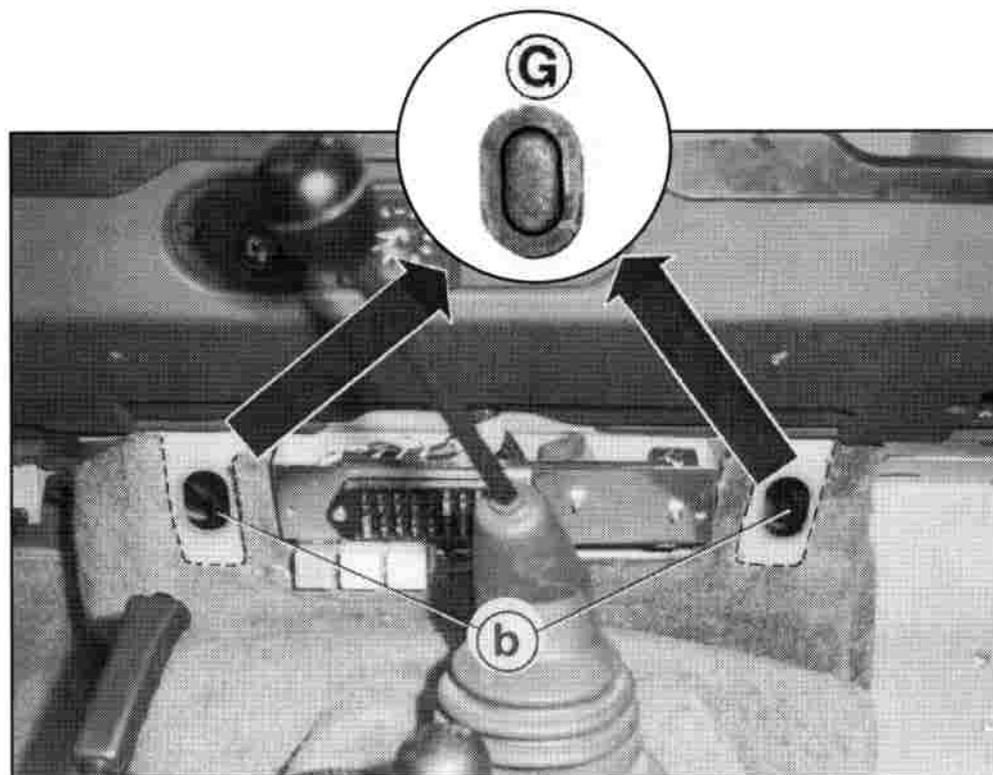
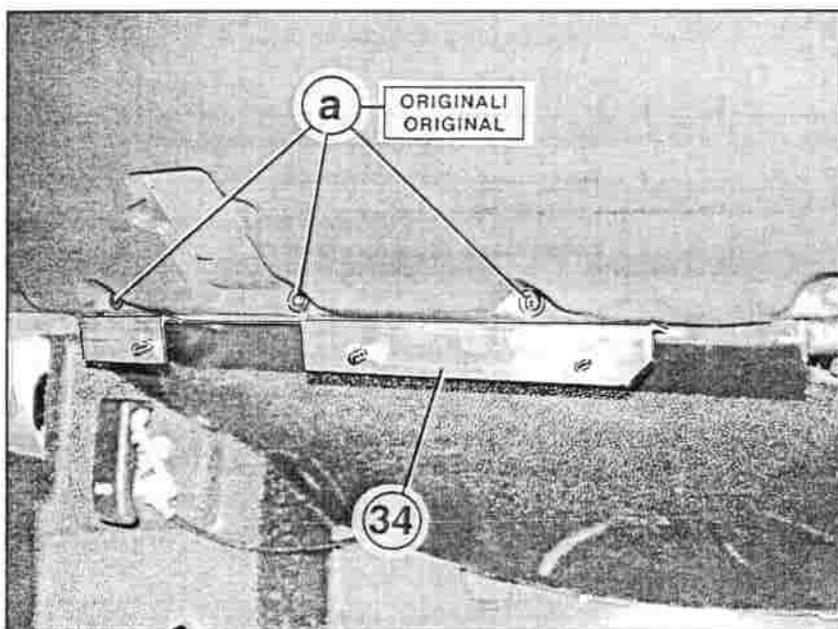

FIG. 14
FIG. 15
Prima dell'installazione dell'evaporatore «48» è necessario dirigere i cavi elettrici (dell'impianto elettrico predisposto sull'evaporatore) sull'altro lato del tunnel centrale e portarli all'esterno attraverso il foro sinistro «b» del paraframma (vedi fig. 14) e sigillare con gommino «G» predisposto sull'impianto elettrico. Montare il gruppo evaporante fornito «48» sottopancia lato passeggero, fissandolo superiormente ai prigionieri predisposti sul supporto «34» installato come descritto nella fig. 15 mediante rondelle e dadi autobloccanti forniti pos. 57-58 di fig. 3. Dirigere il cavo «BIANCO» «y» del cablaggio evaporatore verso il gruppo relai-fusibili originale (vedi fig. 21).
Avant la pose de l'évaporateur «48» il est nécessaire de diriger les fils électriques (du faisceau électrique situé sur l'évaporateur) sur l'autre côté du tunnel central et les diriger vers l'extérieur, à travers le trou gauche «b» du pare-feu (voir fig. 14) et obturer avec la pièce en caoutchouc «G» située sur le faisceau électrique. Monter le groupe évaporateur fourni «48» sous la planche de bord côté passager, en le fixant supérieurement aux prisonniers prédisposés sur le support «34», installé comme décrit sur la fig. 15, à l'aide des rondelles et des écrous autobloquants fournis, pos. 57-58 de la fig. 3. Faire aller le câble «BLANC» «y» du câblage évaporateur vers le groupe relai-fusibles original (voir la fig. 21).
Before installing the evaporator «48» run the electrical wires (of the evaporator electrical system) on the other side of the central tunnel, pass them through hole «b» in the firewall (see Fig. 14) and to the outside. Seal the hole with rubber lead «G» found on the electrical system. Mount the supplied evaporating unit «48» under the dashboard on the passenger's side. Secure it from above to the studs found on support «34» which was installed as described in fig. 15. Secure with the washers and self-locking nuts (pos. 57-58 in fig. 3). Take the evaporator wiring «WHITE» cable «y» to the original relay fuses assy (see fig. 21).
Vor dem Einbau des Verdampfers «48» ist es notwendig die Kabel der elektrischen Anlage (der elektrischen Anlage am Verdampfer) zur anderen Seite der Konsole zu führen und sie durch linke Bohrung «b» des Flammsschotts nach außen zu leiten (siehe Abb. 14) und mit dem an der elektrischen Anlage vorhandenen Gummistöpsel abdichten. Verdampfergruppe «48» unter der Instrumententafel auf der Beifahrerseite einbauen und oberhalb an Gewindestifte, die auf der Halterung «34» entsprechend der Abb. 15 mit U-Scheibe und selbstsperrenden Muttern Pos. 57-58 der Abb. 3 eingebaut sind, befestigen. Das «WEISSE» Kabel «y» der Verdampferverkabelung zur Original-Relais- und Schmelzsicherungsgruppe bringen (siehe Abbildung 21).
Antes de la instalación del evaporador «48» es necesario dirigir los cables eléctricos (de la instalación eléctrica predispuesta en el evaporador) sobre el otro lado del tunel central y llevarlos al externo a través del orificio izquierdo «b» del paraframma (véase fig. 14) y sigilar con goma «G» predispuesta en la instalación eléctrica. Verdampfergruppe «48» unter der Instrumententafel auf der Beifahrerseite einbauen und oberhalb an Gewindestifte, die auf der Halterung «34» entsprechend der Abb. 15 mit U-Scheibe und selbstsperrenden Muttern Pos. 57-58 der Abb. 3 eingebaut sind, befestigen. Das «WEISSE» Kabel «y» der Verdampferverkabelung zur Original-Relais- und Schmelzsicherungsgruppe bringen (siehe Abbildung 21).